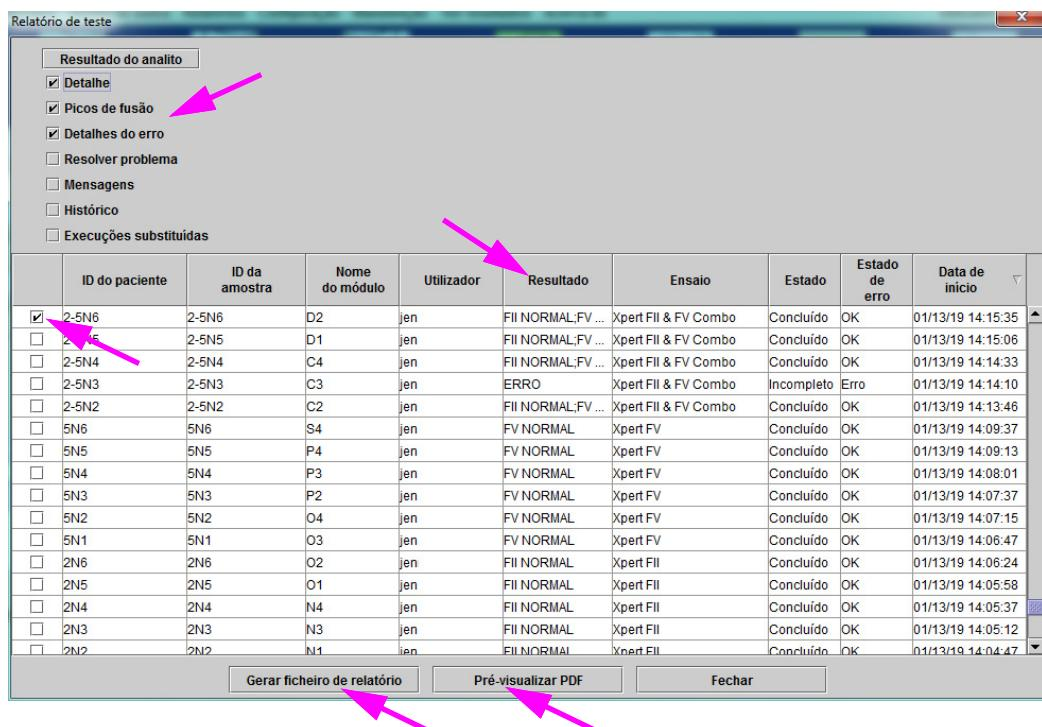

Figura 5-57. Selecione o diálogo Select Test To Be Viewed (Selecionar teste para ser visualizado)
- Clique no botão **Generate Report File (Gerar ficheiro de relatório)** na área de trabalhos Test Report (Relatório de teste) (ver figura 5-57) para criar o ficheiro PDF do relatório de teste. Aparece a caixa de diálogo Generate Report File (Gerar ficheiro de relatório), que permite guardar o ficheiro na localização especificada. Clique em **Save (Guardar)** quando estiver na localização especificada.